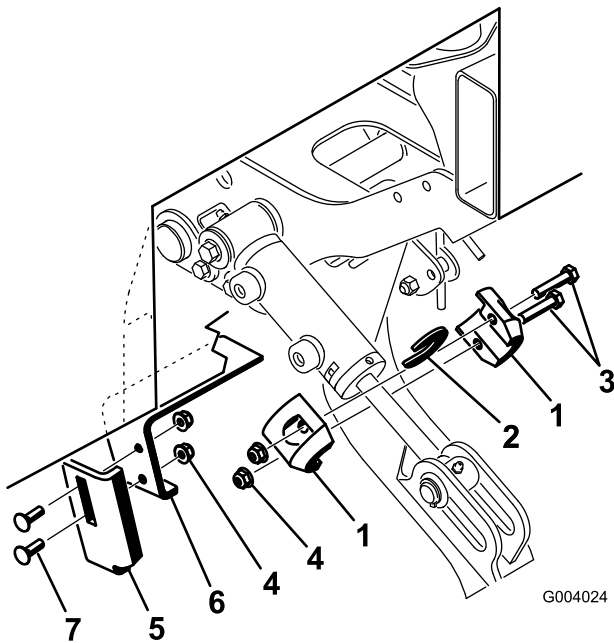

Figura 2
2. Instale os anéis do cilindro na haste do cilindro em extensão com dois parafusos e duas porcas de bloqueio flangeadas (Figura 2). Certifique-se de que os anéis do cilindro encaixam sobre a parte superior do cilindro.
3. Instale sem apertar o suporte do batente no suporte do defletor com dois parafusos de carroçaria e duas porcas bloqueio (Figura 2).
4. Mova o suporte do batente para a posição mais elevada no suporte e aperte as porcas de bloqueio flangeadas (Figura 2).
2. Instale os anéis do cilindro e o espaçador na haste do cilindro em extensão com dois parafusos e duas porcas de bloqueio flangeadas (Figura 2).
4. Mova o suporte do batente para a posição mais inferior no suporte e aperte as porcas de bloqueio flangeadas (Figura 2).